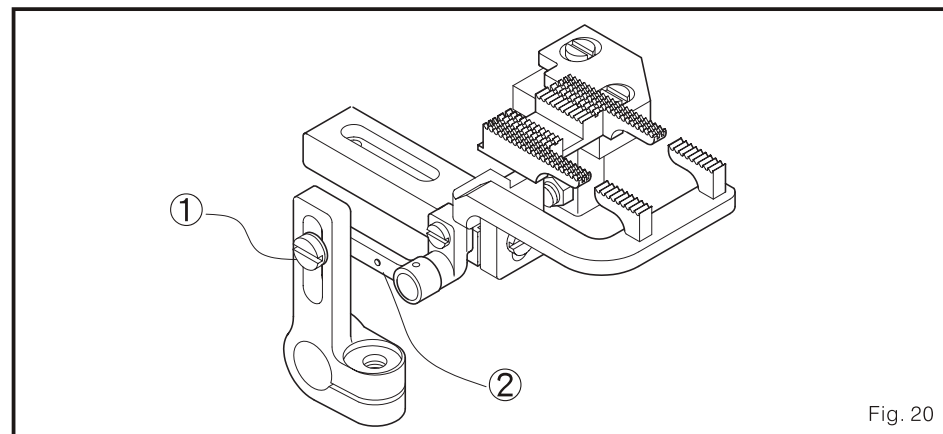

Fig. 20
2. ajustar a quantidade do transportador diferencial (Fig. 20)